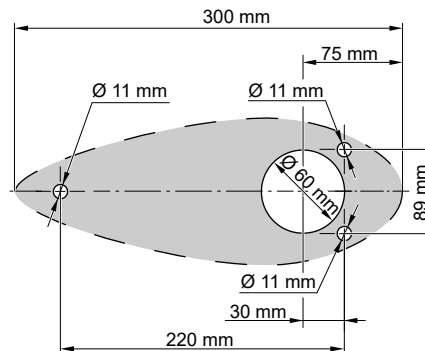

Fig. 9: Dimensions
1. Pour le montage du pod, percez quatre trous dans la coque, **cf. "Fig. 9: Dimensions"**. Si besoin, utilisez le bloc d'équilibrage adapté comme gabarit de perçage.
2. Placer le bloc d'équilibrage (4) sur la bride de montage (5).